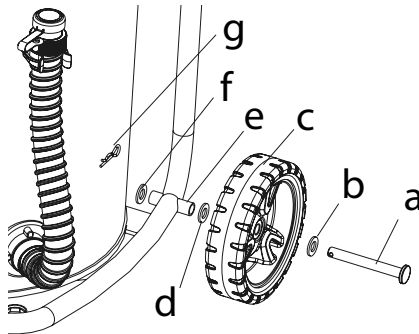

Fig. 4 – Instalação das rodas grandes
- Primeiro monte as rodas grandes na base do aspirador, conforme mostra a Fig. 4, seguindo a sequência do lado externo para o lado interno do aspirador: